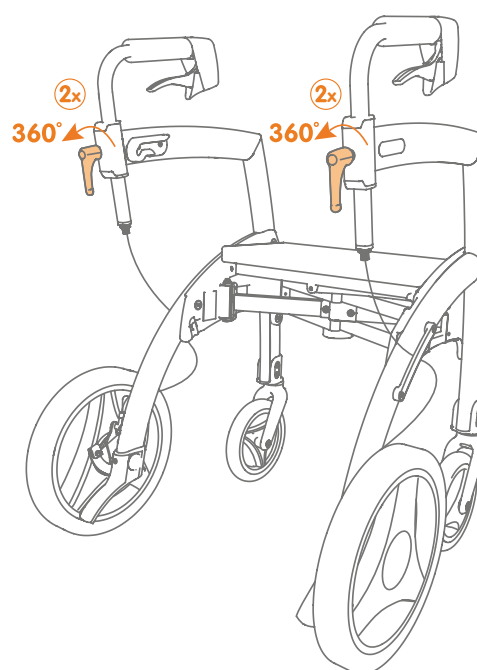

Figure 13: Desserrer les manettes de réglage.
- a. Dévissez les manettes de réglage en sens inverse des aiguilles d'une montre **(Figures 13 et 14)**.